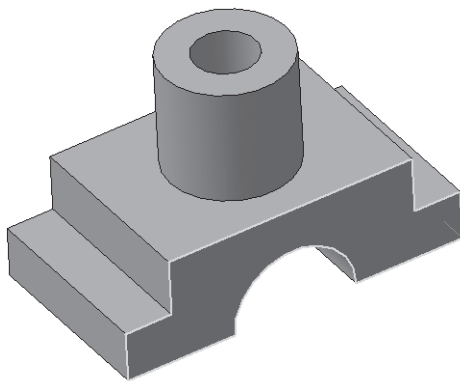

Рис. 177
-  – **Эскиз**. Щелчком ЛКМ перейдите в режим трехмерного моделирования. Формообразующий элемент и созданные на его основе элементы перестроятся в соответствии с новым начертанием контура в эскизе (рис. 177)